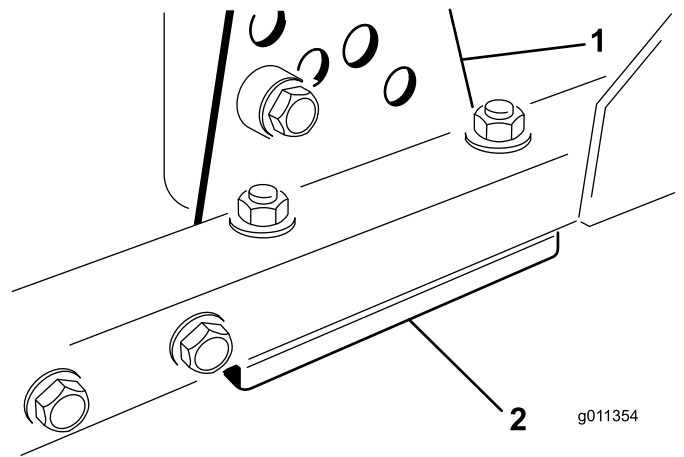

Figura 86
1. Retire el soporte de altura de corte (delantero, izquierdo o derecho) del bastidor de la unidad de corte (Figura 86).
2. Inserte suplementos de 1.5 mm (0.060") y/o 0.7 mm (0.030") entre el bastidor de la unidad de corte y el soporte para obtener el ajuste de altura deseado (Figura 86).